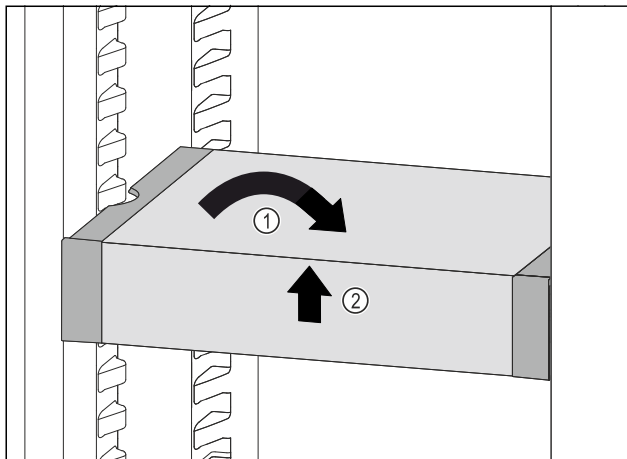

Fig. 174
- Vendosi drejt VarioSafe. Fig. 174 (1)
- Ngrini lart VarioSafe në pjesën përpara. Fig. 174 (2)